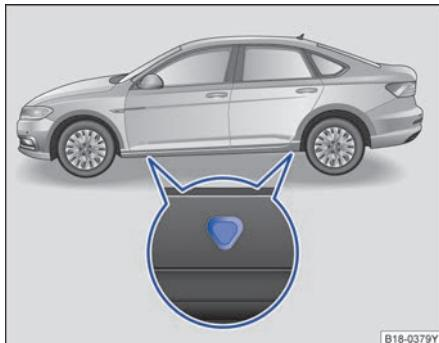
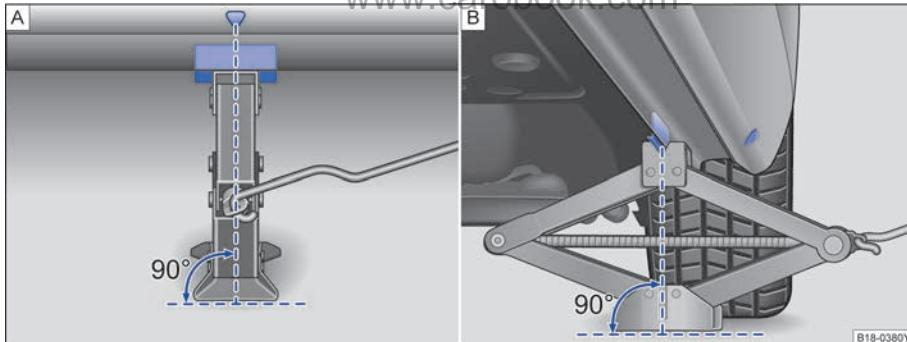

图 144 汽车底板：千斤顶的支撑点
图 145 将千斤顶放在汽车左后侧
汽车千斤顶只允许放置在图示支撑点（车身上的标记）处 ⇒ 图 144 或 ⇒ 图 145。在每个车轮旁都有相应的支撑点 ⇒ ▲。
5. 在车身底部下方找到靠近更换的车轮侧的千斤顶支撑点⇒ 图 144。